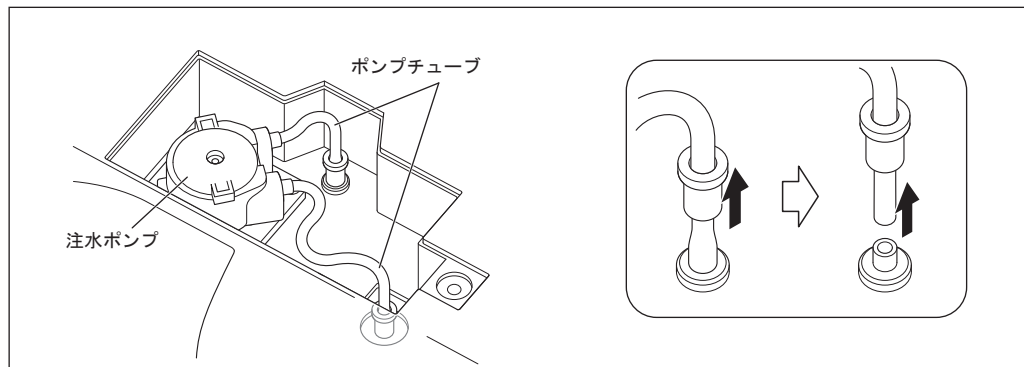

図52
- 3) ポンプチューブを2本、取り外します（図52）。
- 8) ポンプチューブを取り外しと逆の手順で取り付け、コネクタリングをコントロールユニットの奥までしっかり挿し込みます（図52）。